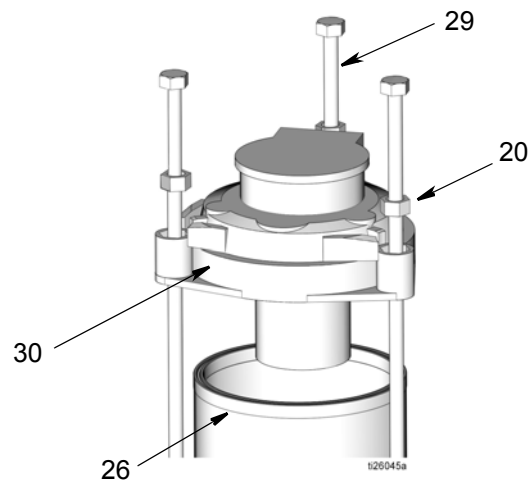

FIG. 58
12. Monte la tapa encima de la junta del depósito (26). Monte el espaciador (20) y las varillas de conexión (29) (FIG. 58).